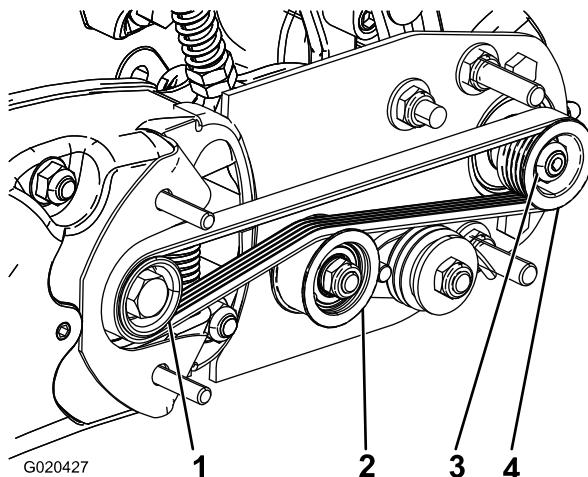

図 22
1. 受動プーリローラブラシのシャフト位置のは内外に動かすことができます図 22。
2. リールを回しながらつまり駆動プーリを回しながら、駆動プーリからベルトをはずす図 22。